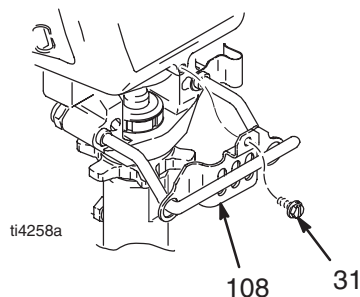

Fig. 8
1. Limpie la bomba (13).
3. Fig. 8. Retire el tornillo (31) y deslice hacia adelante la placa de protección del eje de la bomba (108).
7. Fig. 8. Instale la placa de protección del eje de la bomba (108) con el tornillo (31).